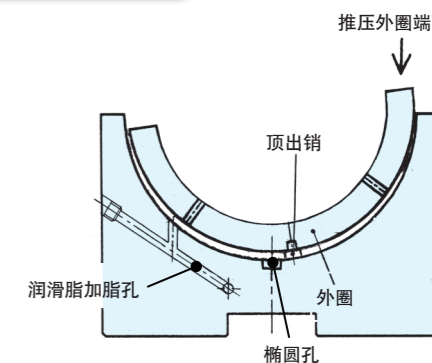

图10 轴承外圈在轴承箱(下)上的安装
- 在外圈(半环)的整个表面上涂抹适量的润滑脂，轻轻地设置在轴承箱(下)的球面座部分。如图10所示，先设置外圈，使其略微偏向轴承箱(下)上没有润滑脂加脂孔的一侧，然后按压突出的外圈端面，顶出销便会顺利进入轴承箱(下)的椭圆孔部。